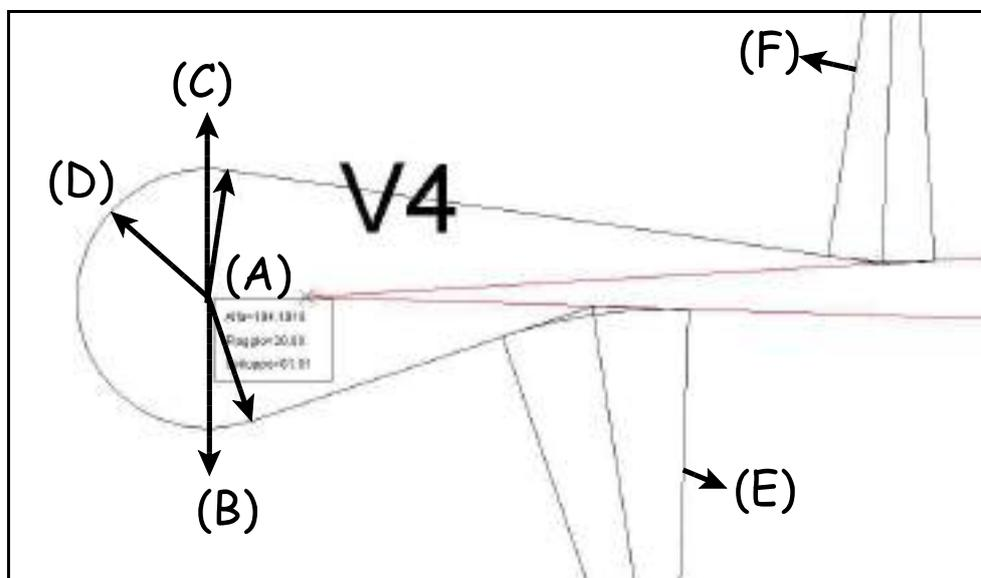

FIGURA 10.43
**A) - Distanza vertice - centro:** è la distanza tra il centro della curva e il vertice della poligonale d'asse / profilo. Vedi figura 10.43.